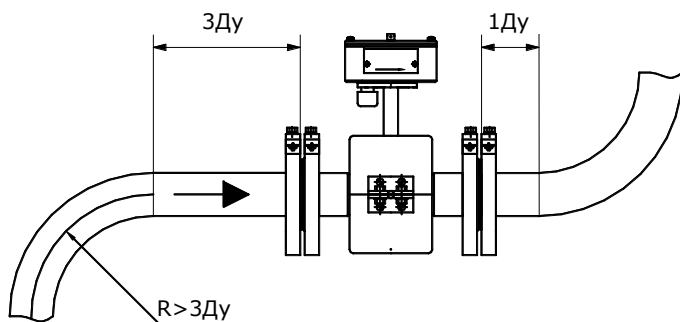

Рис. 8.4
8.2.5 Расходомер необходимо располагать в той части трубопровода, где пульсации и завихрения минимальные. При установке расходомера необходимо обеспечить прямолинейные участки трубопровода длиной не менее 3 Ду до и 1 Ду после ППР (см. рис. 8.4).